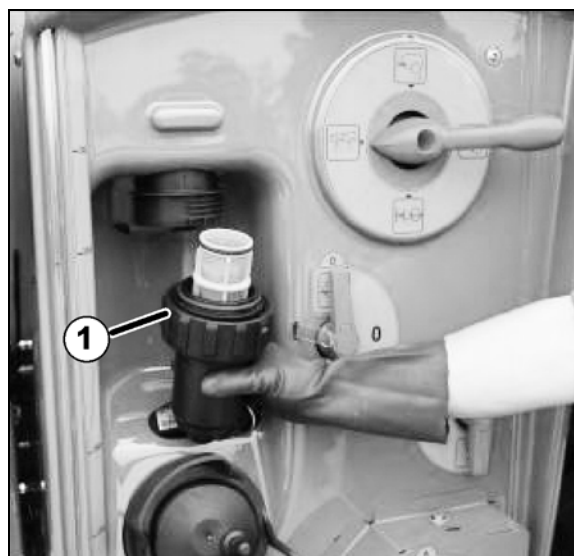

Рис. 136
2. Извлеките напорный фильтр (Рис. 136/1) и очистите его водой.